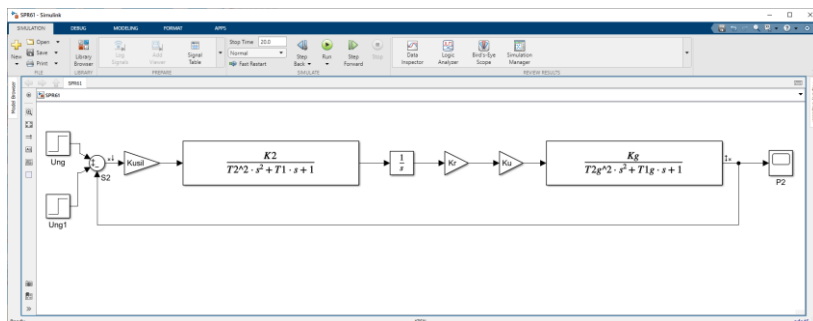
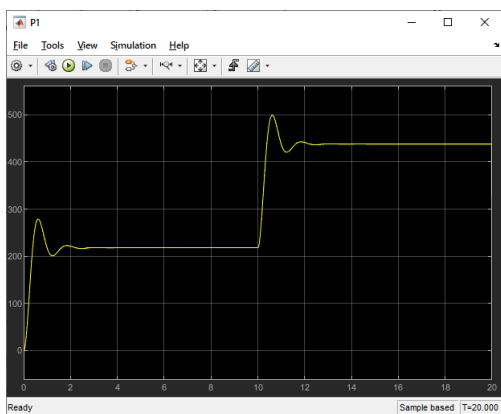

Рис. 6.3. Структурная схема САПР ГПТ при анализе по задающему напряжению
Рис. 6.4. Кривые изменения во времени напряжения на выходе САПР ГПТ при изменении заданного напряжения
При этом схема приобретает вид, приведенный на рис. 6.3. Такая САР называется замкнутой одноконтурной САР. На рис. 6.4 показаны кривые изменения напряжения на выходе САР ГПТ при включении САР ГПТ и при изменении задающего напряжения.
2. Приведите структурную схему САР ГПТ к виду, представленному на рис. 6.3. Запустите систему на выполнение и получите кривую, аналогичную кривой, представленной на рис. 6.4.